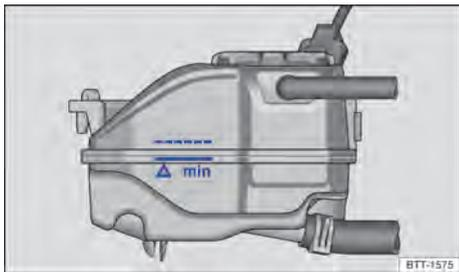

Fig. 152 No compartimento do motor: marcação no reservatório de expansão do líquido de arrefecimento do motor.
- Com o motor frio, verificar o nível do líquido de arrefecimento do motor pela marcação lateral do reservatório → Fig. 152.
- O nível do líquido de arrefecimento do motor deve permanecer dentro da marcação do reservatório → Fig. 152. **Não reabastecer até acima do canto superior da faixa marcada** → ⚠!
- Completar com líquido de arrefecimento do motor somente até a borda superior da faixa marcada → Fig. 152. Caso contrário, ao aquecer-se, o líquido excedente será expulso do sistema de arrefecimento do motor e poderá causar danos.